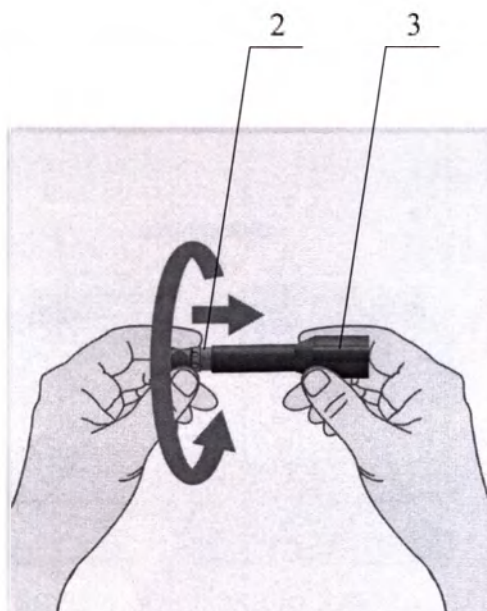

Рисунок 7 – Увеличение глубины инъекции
– по часовой стрелке (рисунок 7), ввинчивая регулятор глубины инъекции (2) в держатель шприца (3), если Вам надо увеличить глубину инъекции (+). Например, когда стрелка на регуляторе глубины инъекции (2) не совместится с цифрой «10» на держателе шприца (3);